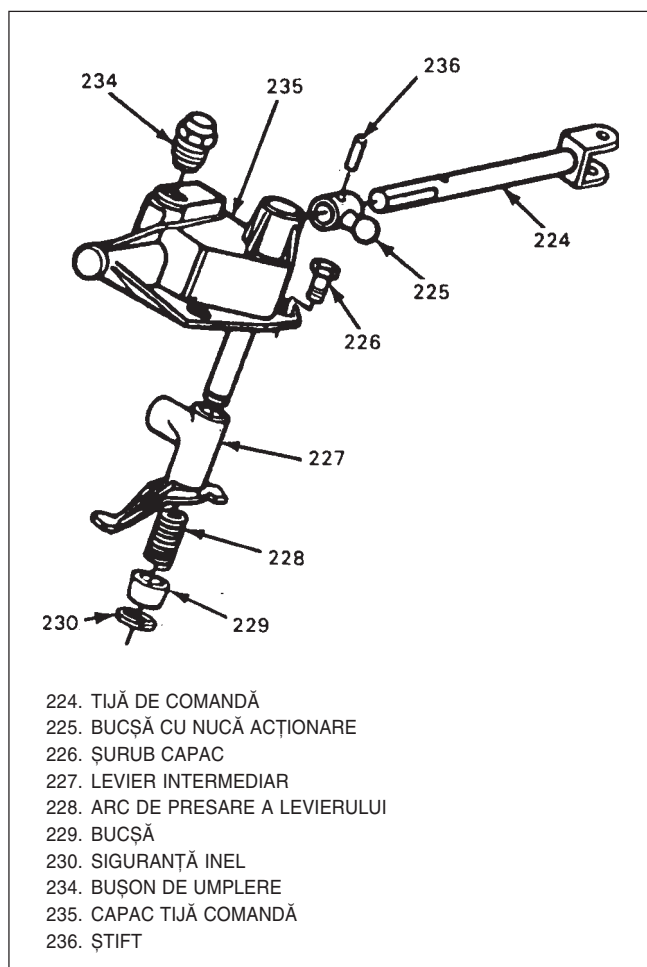

Fig. 3 Ansamblu intermediar de c-dă
- 4) Componente capac tijă c-dă(235) după cum urmează (Fig 3):
- Bucșă cu nucă acționare(225) și știft(236).